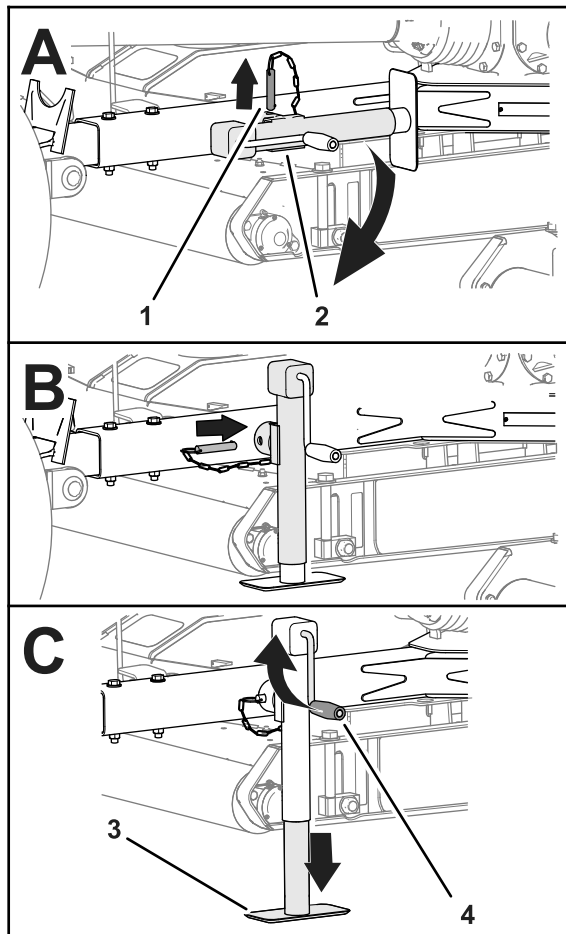

図 23
3. ピンを抜いて牽引バージャッキを立てる 図 23。
4. 牽引バーの穴を、ジャッキの穴に合わせる 図 23。
5. 牽引バーの穴とジャッキの穴にピンを通す 図 23。
2. ジャッキハンドルで、ジャッキパッドを完全に上まで上げる 図 23 モアをジャッキで支えるには ページ 15を参照。